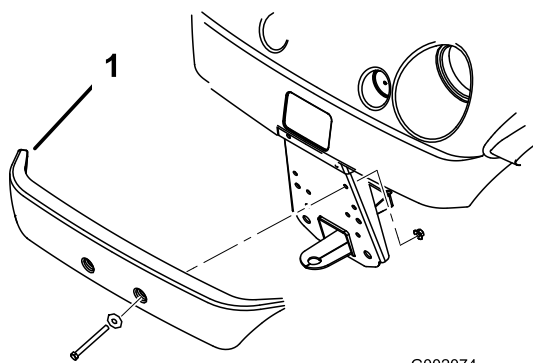

Figure 5
2. Alignez les trous de montage et assujettissez le pare-chocs au châssis à l'aide des fixations retirées précédemment (Figure 5).